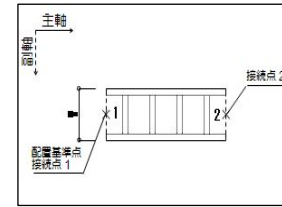
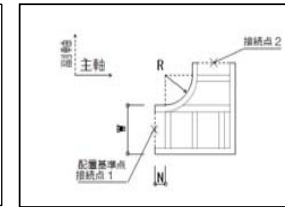
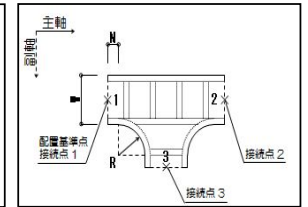

図1
図2
図3
- 3) 副軸ベクトルは、接続点1の接続面の辺に平行な大きさ1のベクトルとし、振れの無い部材は主軸ベクトルに対して右方向（図1参照）、接続点数=2の部材は主軸ベクトルに対して接続点2側（図2参照）、接続点数=3と4の部材は主軸ベクトルに対して接続点3側（図3参照）をベクトルの方向とする。